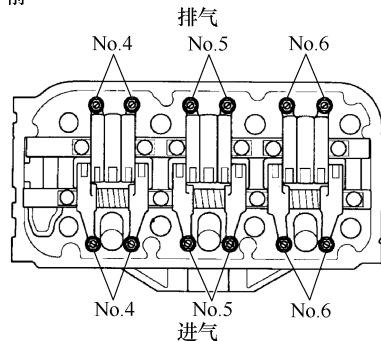

图 2-28 气门调整螺钉位置
3) 为要检查的气门选择适当厚度的塞尺, 见图 2-28。
- 气门调整螺钉位置见图 2-28。